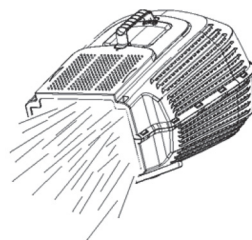

Fig. 10
1. Pour enlever le bac de ramassage, soulevez le déflecteur (13) et décrochez le bac (fig. 10).